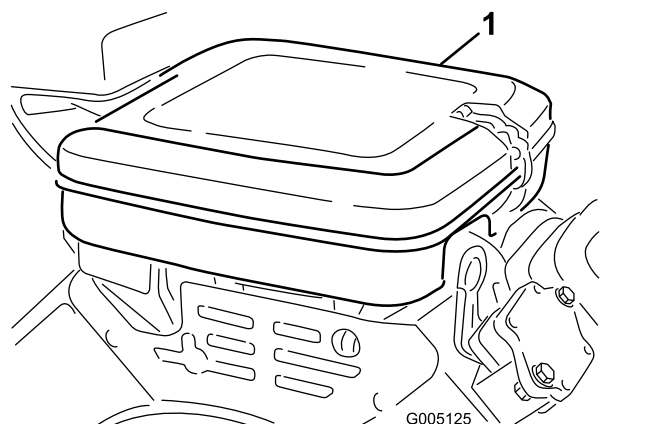

Figura 44
1. Solte os dispositivos de bloqueio e retire a cobertura do filtro do ar (Figura 44). Limpe bem a cobertura.